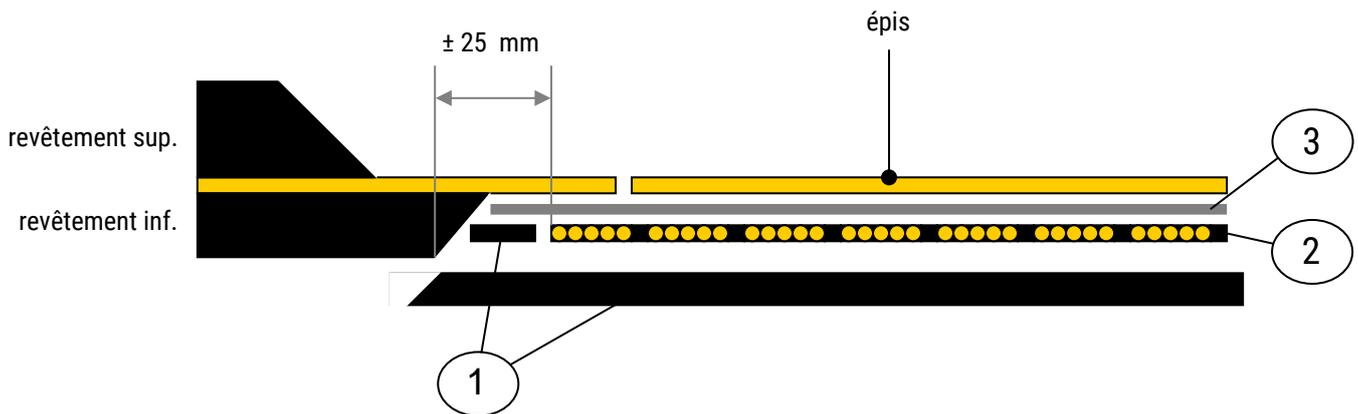

Figure 3. Assemblage du revêtement inférieur.
- Préparer le revêtement inférieur afin de l'adapter aux dimensions de la jonction (voir fig. 3). L'épaisseur du nouveau revêtement inférieur doit être égale à celui enlevé ou + 0,5 mm. Appliquer de la dissolution pour assembler le revêtement inférieur.